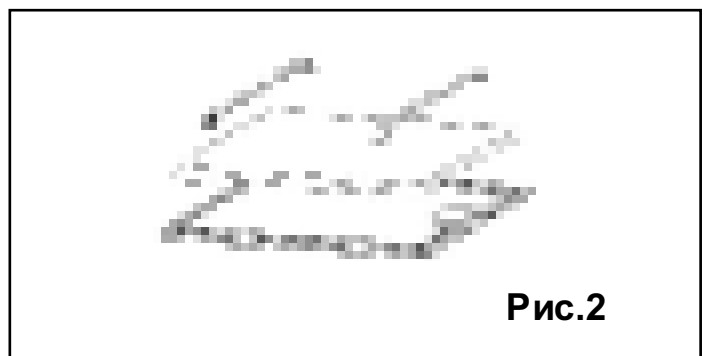

Рис.2
- Выньте жиропоглощающие фильтры (рис.2).